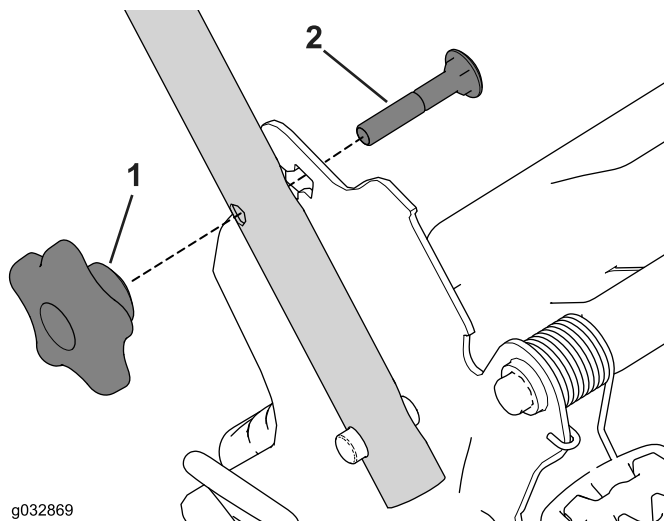

Рисунок 25
1. Снимите и сохраните две круглые рукоятки и два каретных болта с кронштейнов рукоятки (Рисунок 25).